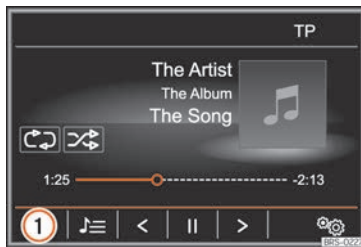

Abb. 205 Hauptmenü MEDIA.
- Im Hauptmenü *Medien* die Funktionsfläche **QUELLE**  **Abb. 205** antippen und die gewünschte Medienquelle wählen.